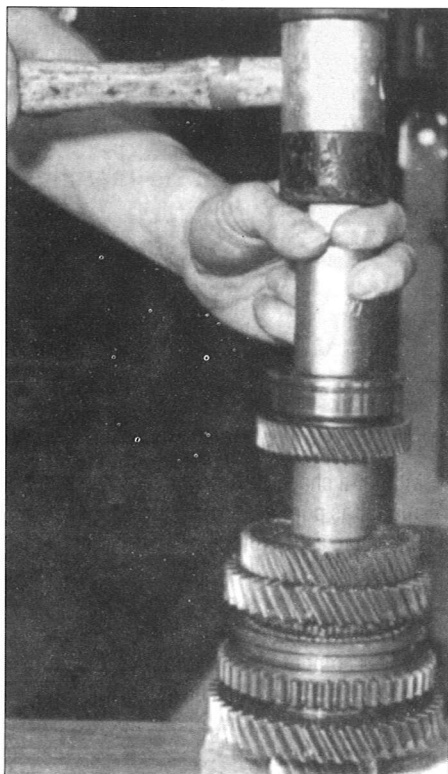

Fig. 52
- Montar por ordem inversa da desmontagem. Para montar o rolamento traseiro, utilizar um mandril (Fig. 52).